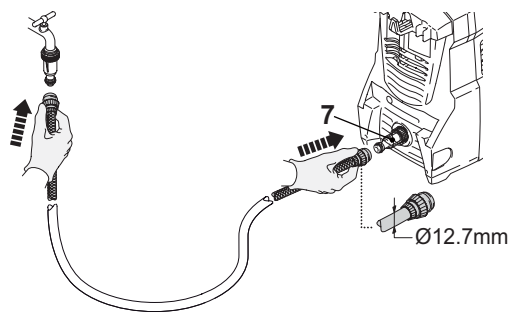

Fig. 4
3. Reliez le connecteur de tuyau (7) de l'appareil à l'arrivée d'eau à l'aide d'un tuyau d'arrosage adéquat (Fig. 4).